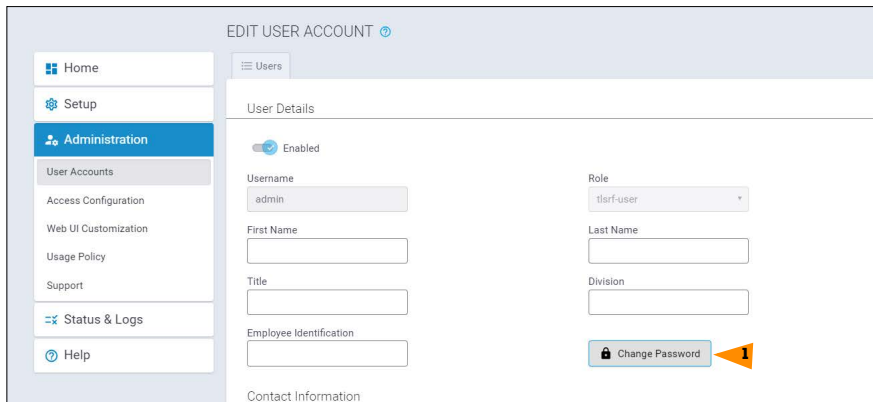

Figura 9. Página Edit User Account (Editar cuenta de usuario) del gateway
5. En la página Edit User Account (Editar cuenta de usuario), seleccione el botón Change Password (Cambiar contraseña) (el elemento 1 de la Figura 9).